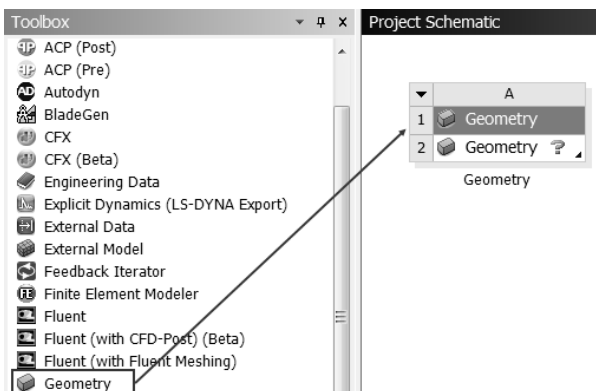

图 12-5 创建分析项目 A
Step2 : 双击主界面 Toolbox (工具箱) 中的 Component Systems Geometry (几何) 命令, 即可在 Project Schematic (项目管理区) 创建分析项目 A, 如图 12-5 所示。